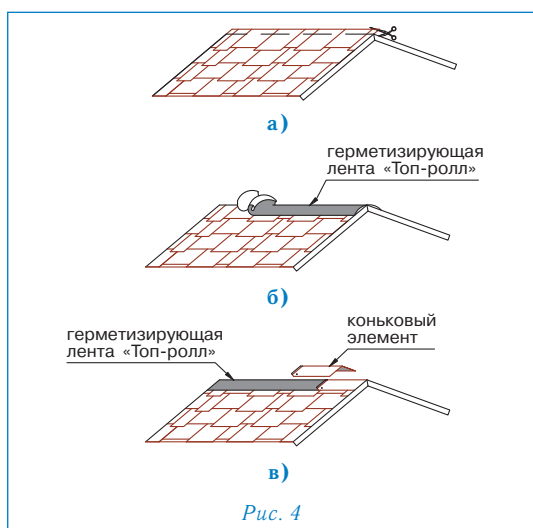

Рис. 4
Конек (рис. 4)
- Верхний ряд черепицы ПРЕСТИЖ ЗОДЧИЙ доводится до линии конька (ребра), выступающие части листов обрезаются (рис. 4а);
- линии коньков и ребер герметизируются специальной самоклеящейся лентой «Топ-ролл» (рис. 4б);
- далее устанавливаются внахлест специальные коньковые элементы (направление укладки по преимущественному направлению ветра). Каждый коньковый элемент плотно прижимается к основанию кровли и фиксируется двумя гвоздями из нержавеющей стали длиной 35 мм, которые перекрываются следующим коньковым элементом (рис. 4в).